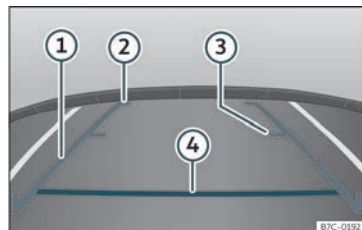

Fig. 249 Visualització a la pantalla del sistema Easy Connect: línies d'orientació.
- La càrrega del vehicle modifica la representació de les línies d'orientació >>> fig. 249. L'amplada que representen aquestes línies disminueix amb el nivell de càrrega. Pateu atenció a l'entorn quan l'interior o al maleter estan carregats.
»» **fig. 249**